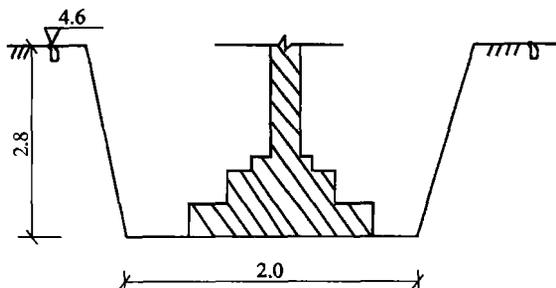

图 1-12 沟槽横断面图 (单位:m)
**【例 12】** 某污水工程沟槽开挖,采用机械和人工开挖,机械挖沿沟槽方向长度,人工用来清理沟底,土壤类别为四类土,原地面平均标高 4.6m,设计槽坑底平均标高为 1.80m,设计槽坑底宽为 1.4m,含工作面为 2m,沟槽全长 1.6km,机械挖土挖至基底标高以上 20cm 处,其余为人工开挖。如图 1-12 所示,试分别计算该工程机械及人工土方工程量。